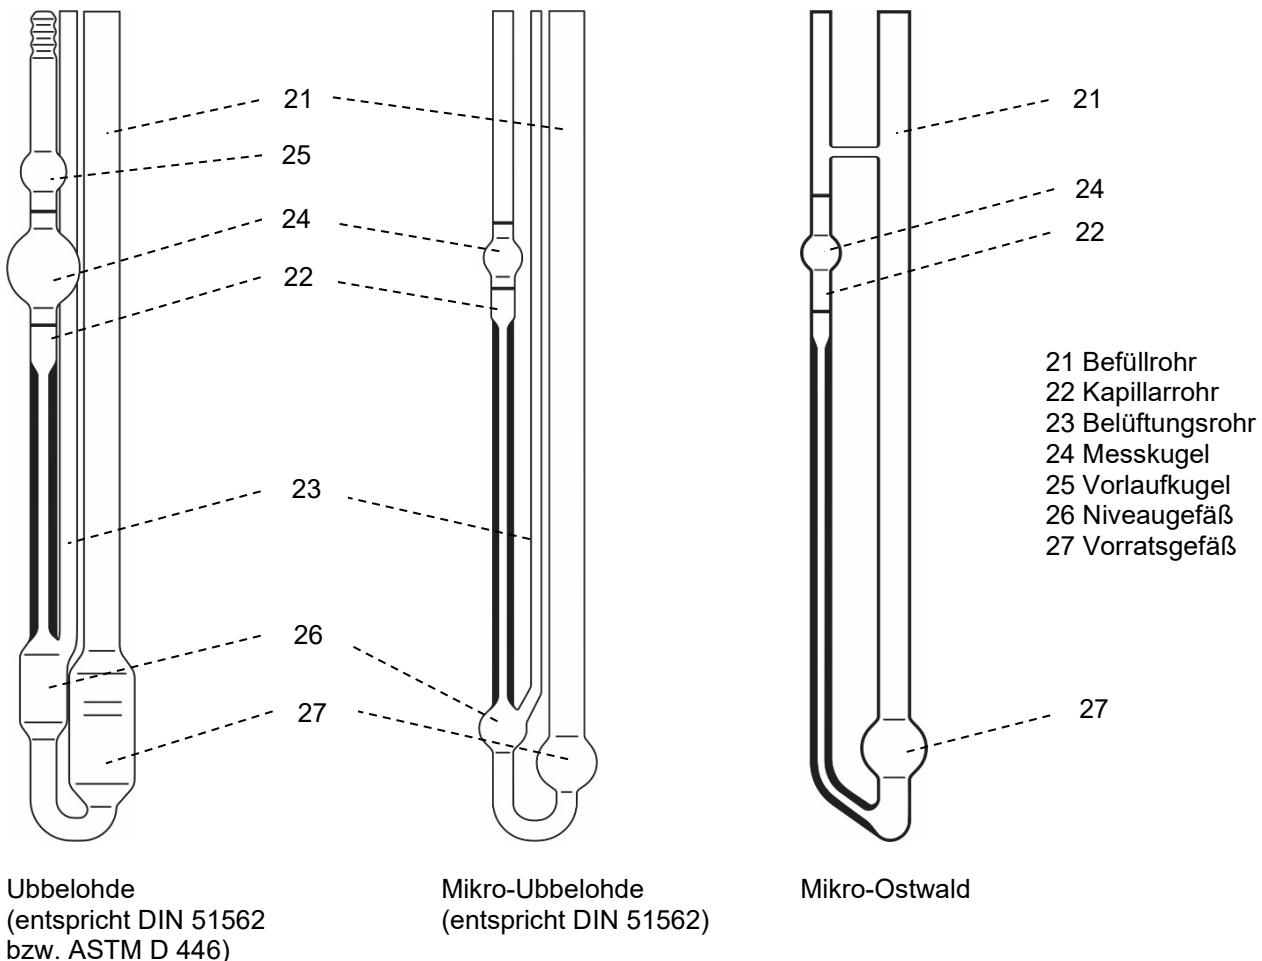

Abb. 2 Beschreibung der verwendbaren Viskosimeter-Bauformen
Bei Ubbelohde Viskosimetern befindet sich oberhalb der Messkugel (24) die Vorlaufkugel (25) (siehe Abb. 2). Diese Vorlaufkugel soll am Ende des Pumpvorgangs mindestens zur Hälfte mit Flüssigkeit gefüllt sein.